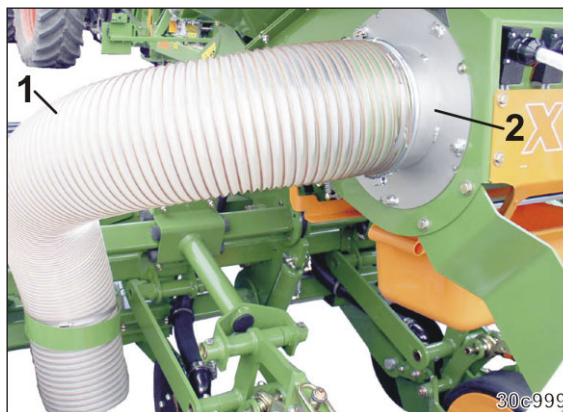

Рис. 268
2. Отсоедините шланг для отвода воздуха (Рис. 268/1) от крышки корпуса (Рис. 268/2).